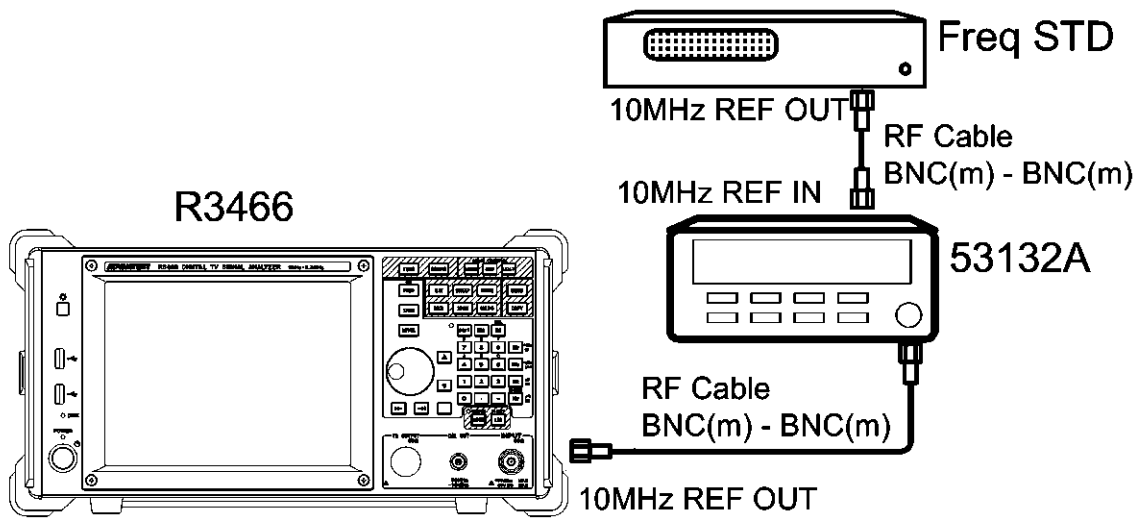

図 2-1 周波数安定度試験接続図
1. 機器を図 2-1 のように接続し、各機器の電源を On にします。